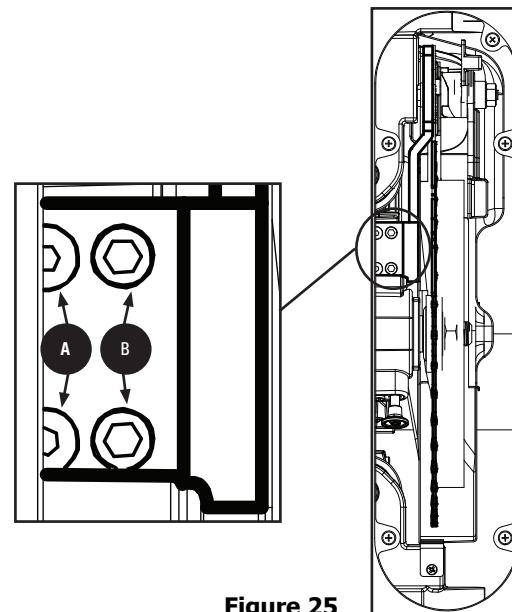

Figure 25
2. Desserrez les deux vis hexagonales **A** comme indiqué dans la Figure 25.
4. Serrez les deux vis hexagonales **A** comme indiqué dans la Figure 25.
5. Pour ajuster l'alignement parallèle, utilisez l'ensemble de deux vis **B** comme indiqué dans la Figure 25. Dans le sens des aiguilles d'une montre : ajuste le couteau diviseur vers la droite. Dans le sens inverse des aiguilles d'une montre : ajuste le couteau diviseur vers la gauche. Si nécessaire, utilisez les vis de réglage pour aligner le couteau diviseur avec la face de la lame et le carré.